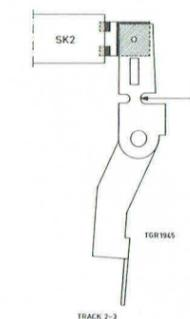

Fig. 18
### Ajustage des commutateurs à câblage imprimé (fig. 18, 19)
### Ajustage du commutateur de pistes (fig. 18, fig. 5)
- Courber l'équerre de commutation, rep. 170 dans le point A, le tiroir du commutateur occupe la position indiquée figure 18 dans la position 2-3 du bouton de commutation des pistes.